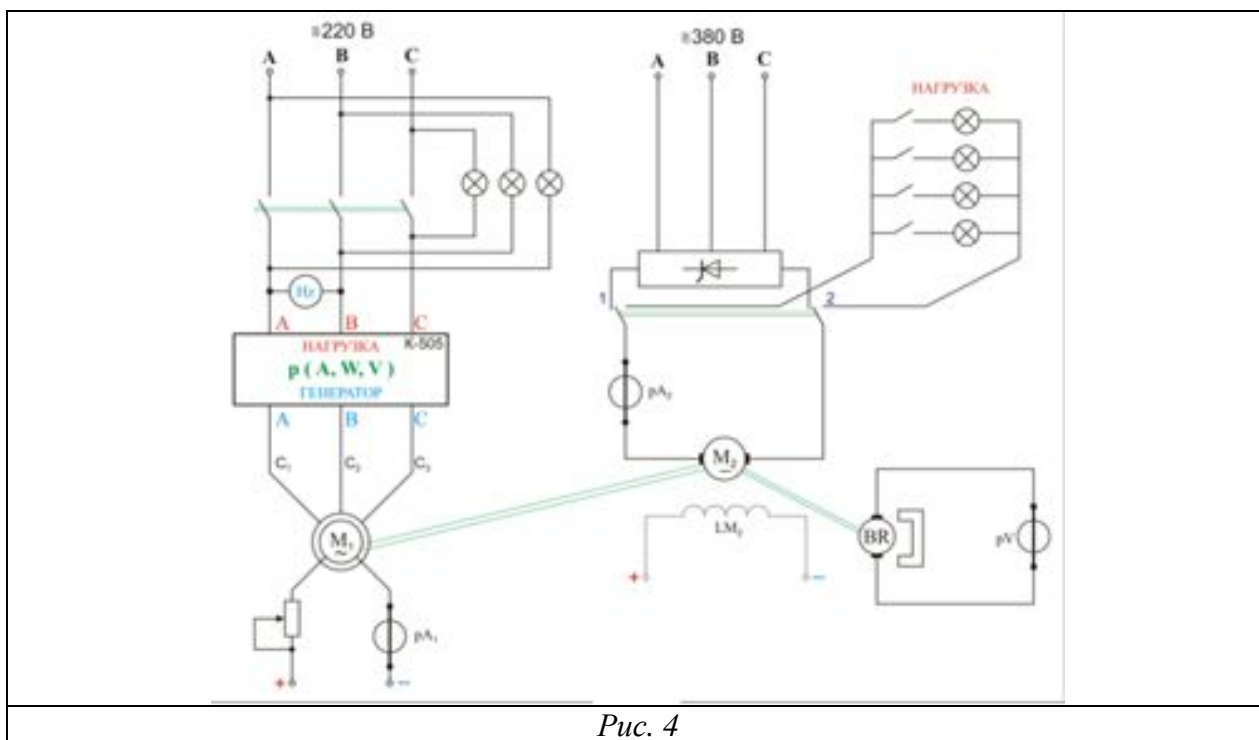

Рис. 4
5. Указать элементы электрической принципиальной схемы (рис. 4), объяснить процесс пуска синхронного электродвигателя; возможности регулирования коэффициента мощности. Продемонстрировать запуск СД и установить указанный коэффициент мощности